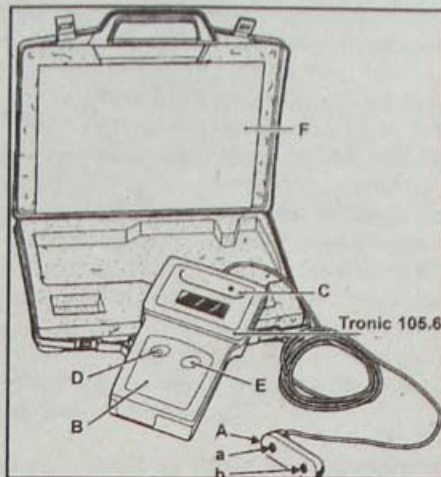

Рис. 1.25. Прибор Tronic 105.6 для регулировки натяжения приводных ремней
Нестрогое соблюдение требований выполнения натяжения с помощью прибора Tronic 105.6 может привести к разрушению двигателя (рис. 1.25).
• Включите питание и приблизьте считывающую головку (A, рис. 1.25) к ветви ремня, натяжение которого проверяется.